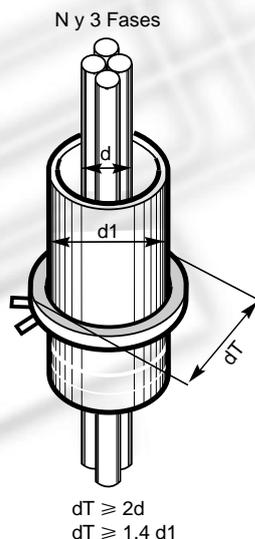

Fig. 5.41.
- Cuando las condiciones sean particularmente severas, la utilización de una plancha de acero dulce enrollada alrededor del cable mejorará sustancialmente la inmunidad (fig. 5.41).